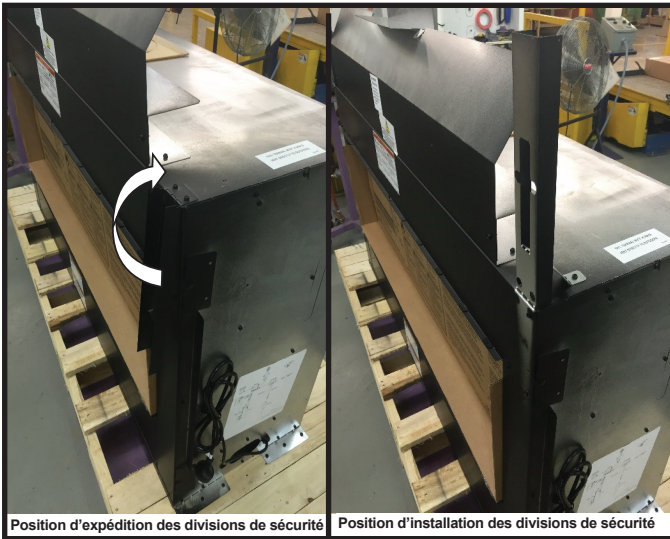

Figure 6.1 Divisions de sécurité en position verticale
1. Faites pivoter les quatre (4) divisions de sécurité supérieures en position verticale. Poussez la languette de support de chaque division de sécurité vers le centre de l'appareil et fixez-les en place en utilisant les vis fournies et les trous de guidage. Voir la figure 6.1.